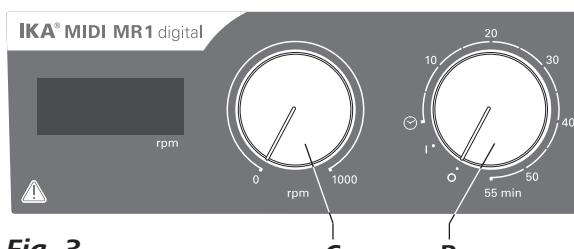

Fig. 3
- ⇒ Kad ijjungumėte prietaisą, sukite pasukamuosius mygtukus „**Ijungti / išjungti**“ ir „**Laikmatis**“ (**B**, žr. Fig. 3) pagal laikrodžio rodyklę į padėtį „**1**“.
- ⇒ Nustatykite variklio apsukas reguliavimo mygtuku „**Apsukos**“ (**C**, žr. Fig. 3). **MIDI MR 1 digital** galima nustatyti variklio apsukas nuo 0 iki 1000 rpm, o **MAXI MR1 digital** – nuo 0 iki 600 rpm.